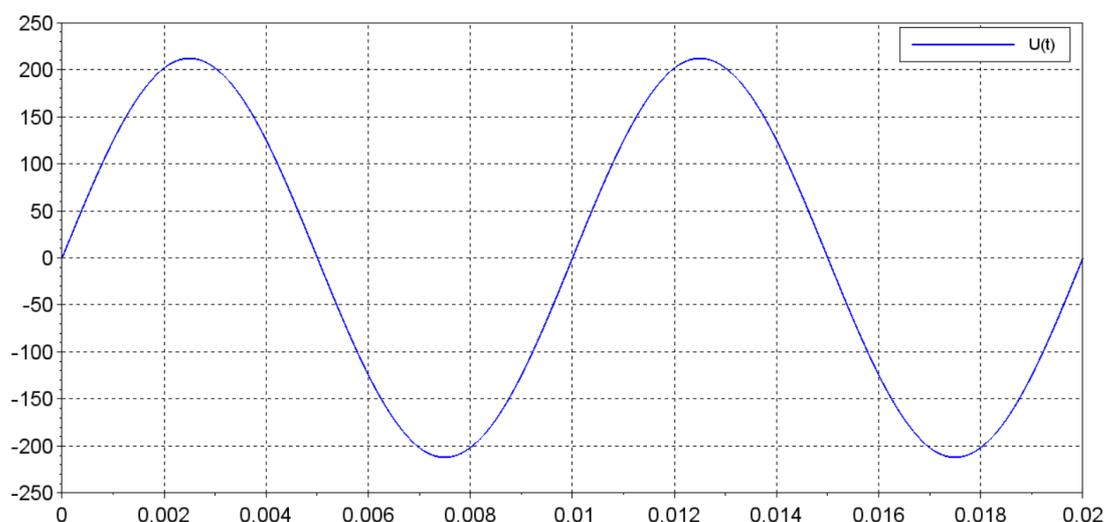

Figure 6
La figure 6 donne un aperçu de la tension d'alimentation du moteur synchrone entre une phase et le neutre fictif du montage étoile.
18. Sur la figure 6, l'amplitude de la tension est égale à :
19. Sur la figure 6, la fréquence de la tension est égale à :
20. Sur la figure 6, la pulsation de la tension est environ égale à :
21. Sur la figure 6, l'équation de la tension est égale à :